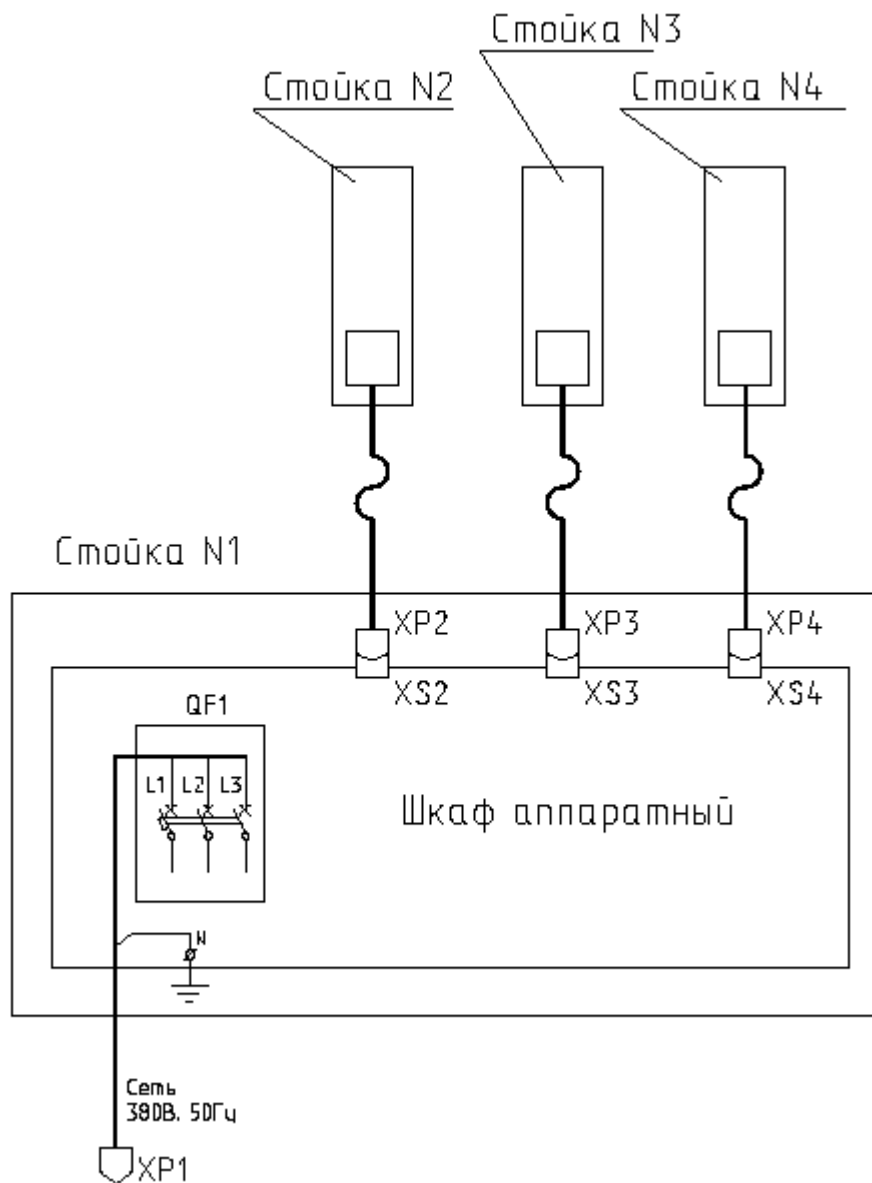

Рис. 4. Схема электрическая соединений
4.4. Перечень элементов схемы электрической принципиальной приведен в таблице № 1. Схема электрическая соединений приведена на Рис. 4.